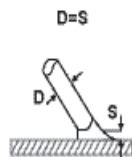
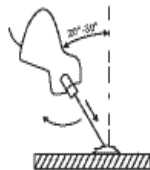

рис. 2
рис. 3
7.1.6 Как только произойдёт зажигание дуги, электрод нужно держать на таком расстоянии S (см. рис. 2) от обрабатываемого материала, которое соответствует диаметру электрода D (см. рис. 2). Для получения равномерного шва далее необходимо соблюдать эту дистанцию по возможности постоянной. Также необходимо помнить, что наклон оси электрода должен быть примерно 20-30 градусов (см. рис. 3), для лучшего визуального контроля ведения сварочного шва.